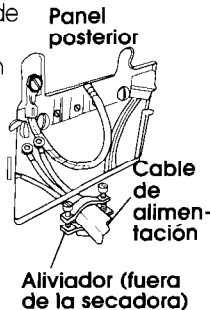

Figura 11
4. Fije el aliviador de 3/4 pulg. con aprobación U.L. (con la marca U.L.) en el orificio debajo de la abertura del bloque de terminales (consulte la figura 11). Apriételo firmemente al bastidor para que esté en posición horizontal. Coloque el cable de alimentación a través del aliviador.